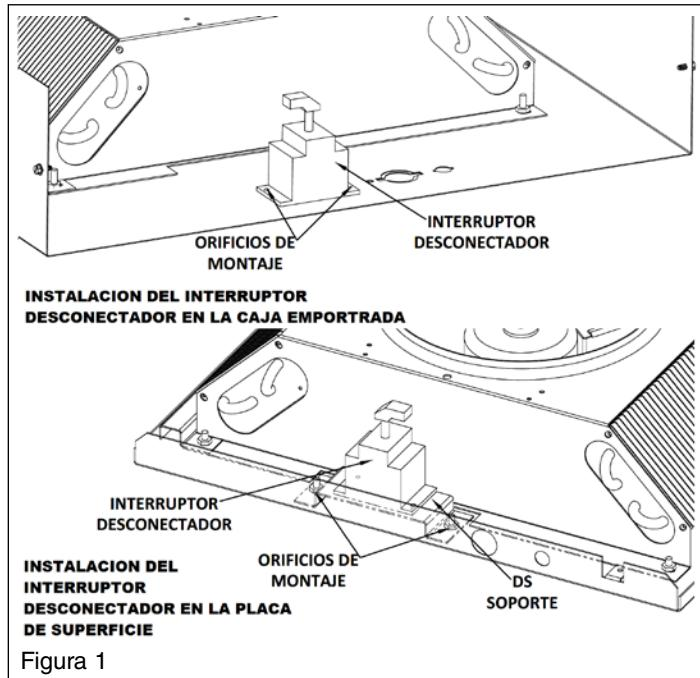

Figura 1
- Instale el interruptor en la caja empotable como se muestra en las instrucciones de instalación del calefactor y la Figura 1, con los terminales L1, L2 y L3 hacia el troquel. El interruptor debe instalarse del lado opuesto del contactor del calefactor. Ver Figura 1.